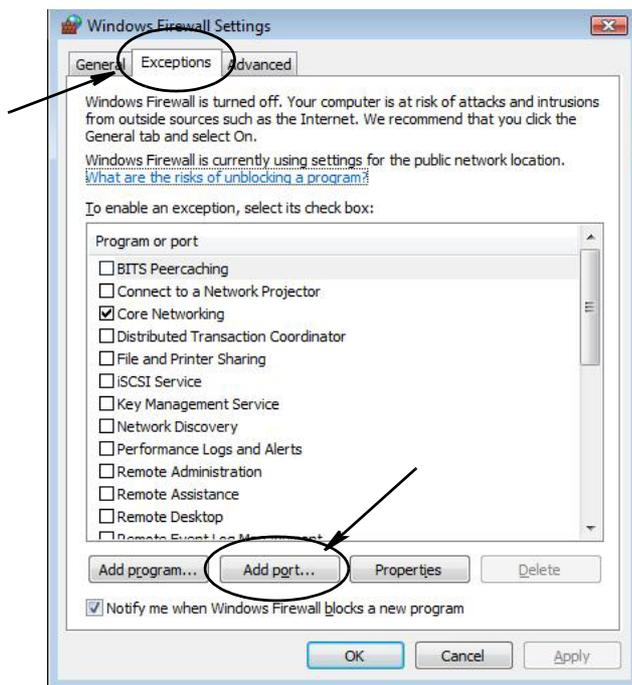

ABB. 28
3. Falls es nicht bereits ausgewählt ist, klicken Sie auf „Ausnahmenregisterkarte zeigt Inhalte an“ (ABB. 28).
4. Klicken Sie auf die Schaltfläche „Port hinzufügen“ (ABB. 28).